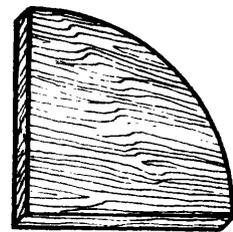

Fig. 2
*Para la preparación de hierro (fig. 2)*